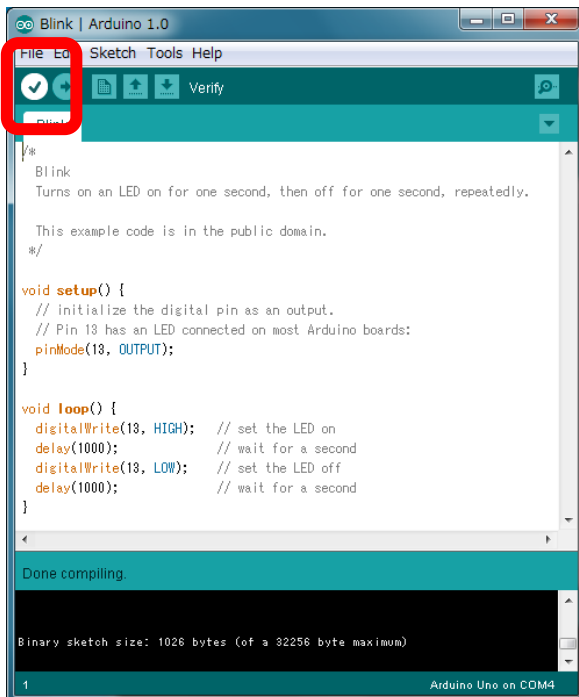

図 5
- c) ベリファイ（コンパイルとも言います、一番左のボタン）を行います。終了すればウィンドウの下側に黒いパネルにメッセージが表示されます。図 5 参照